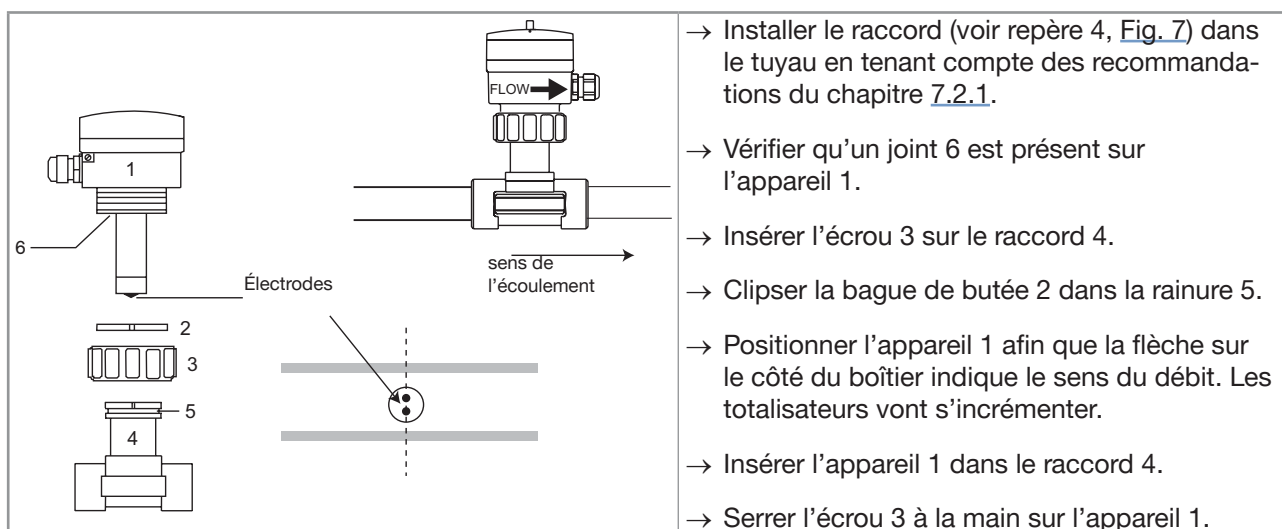

Fig. 7 : Installation dans le tuyau d'un 8045 avec un écrou G2"
- Installer le raccord (voir repère 4, Fig. 7) dans le tuyau en tenant compte des recommandations du chapitre 7.2.1.